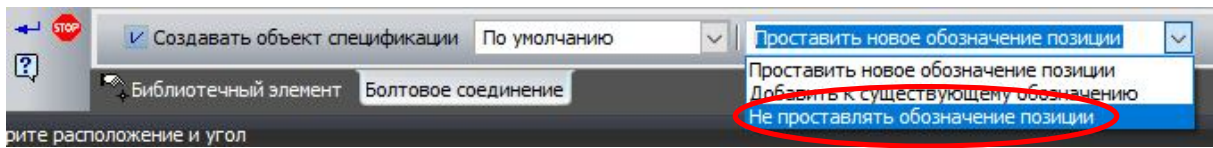

Рис. 4.39. Отключение функции проставления позиций
- На Панели свойств раскройте список и укажите вариант «Не проставлять обозначение позиции» (рис.4.39).